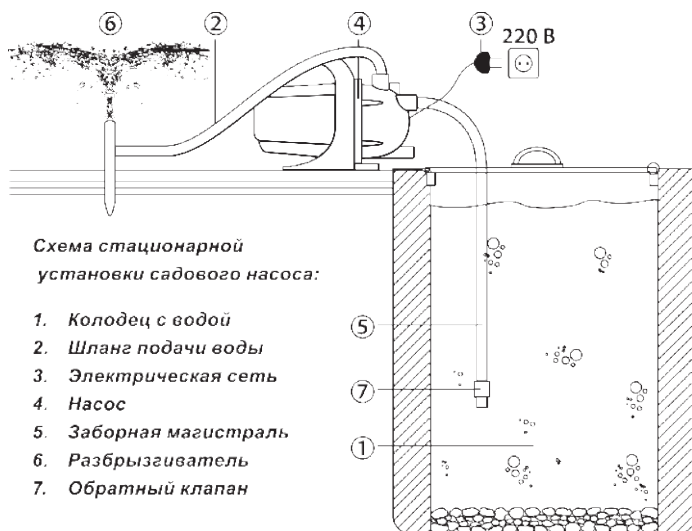

Рис.2
Установите насос на твердой и ровной поверхности как можно ближе к месту всасывания (рис.2). Обеспечьте достаточное пространство вокруг насоса для вентиляции двигателя, а также для более легкого доступа к насосу с целью осмотра и дальнейшего обслуживания.
Подсоедините водопроводную трубу или шланг к выходному патрубку (2, рис.2). Заборную магистраль (5, рис.2) расположите под углом к впускному/всасывающему патрубку (1) и погрузите в воду на глубину не менее 0,2 м (расстояние до грунта не должно быть менее 0,5 м). Обращайте внимание на герметичность подсоединений, даже небольшой подсос воздуха в заборной магистрали резко сокращает производительность насоса и глубину всасывания.
Для работы в режиме всасывания в конце заборной магистрали (5, рис.2) или на конце всасывающей трубы (шланга) следует установить обратный клапан (7, рис.2), а для защиты от загрязнения - сетку-фильтр (в комплект поставки не входит). Если вместо гибких шлангов используются водопроводные трубы, то они должны крепиться на специальных подвесках, чтобы не оказывать давления на корпус насоса. Соединение труб друг с другом и с насосом должно быть герметично. Не следует слишком затягивать трубы, чтобы не повредить их при монтаже.
Подключение к электросети (3, рис.2) должно производиться с соблюдением требований техники безопасности. Наполните заборную магистраль (5, рис.2) и насос (4, рис.2) через заливную горловину водой при помощи воронки. Когда уровень жидкости поднимется и заполнит насосную часть, вытеснив из неё воздух, закройте отверстие и включите насос в сеть.